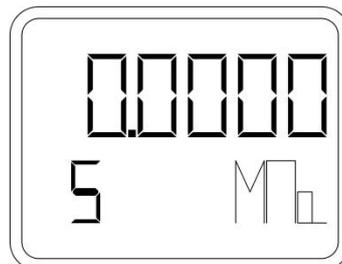

Рисунок 11 – Установка нижнего предела измерения без подачи опорного давления
- При помощи кнопки «М» зайти в пункт меню 5 (рисунок 11).